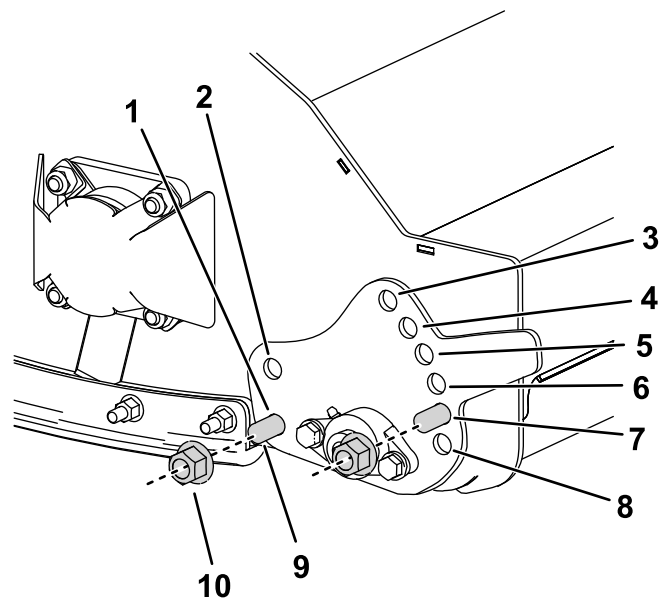

Figura 20
3. Para ajustar a posição da placa de ajuste da altura de corte, retire as porcas e os parafusos que fixam a placa (Figura 20).